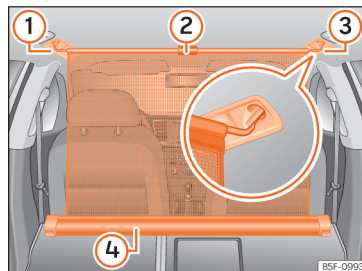

Fig. 160 Nel bagagliaio: rete divisoria fissata con gli schienali del sedile posteriore ribaltati.
- Tirare verso l'alto la linguetta »» fig. 160 ② per estrarre la rete dalla scatola »» fig. 160 ④
- Fissare la rete divisoria sul lato destro »» fig. 160 ③ (immagine ingrandita).
- Fissare la rete divisoria nell'alloggiamento sul lato sinistro »» fig. 160 ① tirando la barra.
La rete divisoria è correttamente montata quando le estremità a forma di T sono agganciate saldamente agli alloggiamenti corrispondenti »» fig. 160 ③ e ①.
- Avvolgere la rete nella scatola »» fig. 160 ④ abbassandola con la mano.